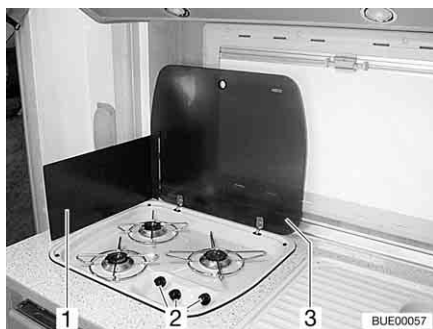

Bild 210 Gasspis
- Öppna gasspisens lock (Bild 210,3).
- Fäll upp eller ställ upp flamskyddet (Bild 210,1), beroende på modell.
- Vrid vridregulatorn (Bild 210,2) till önskad låga till tändningsläge (stor låga).